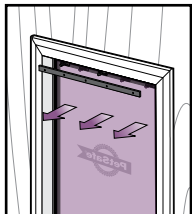

ABB. 14
2. Entfernen Sie den Balken und die Vinylklappe (**Abb. 14**).